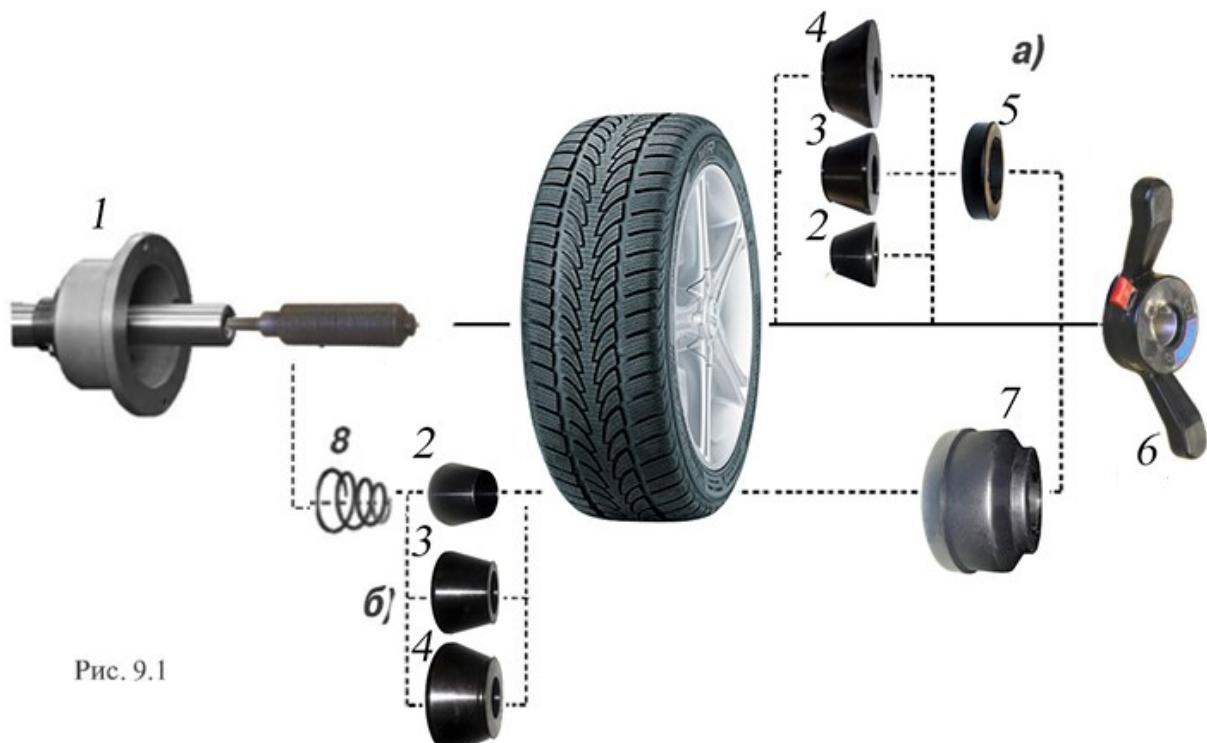

Рис. 9.1
9.2. Балансируемое колесо закрепляется на валу СБ за центральное отверстие обода с помощью конусов и быстросъёмной гайки с раздвижными резьбовыми сухарями. В зависимости от конфигурации обода конус может быть установлен как с внешней стороны обода (вариант "а"), так и с внутренней (вариант "б") (см. рис. 9.1)
9.5. СБ оборудован педалью для ускорения установки колеса по (варианту «б») (см.рис. 9.1) Установите колесо на конус, установите быстросъемную гайку, нажмите два раза педаль, удерживая колесо и быстросъемную гайку. Вал СБ начнет вращаться, зажимая колесо, когда колесо будет зажато вращение вала остановиться. Окончательно затяните колесо быстросъемной гайкой вручную.